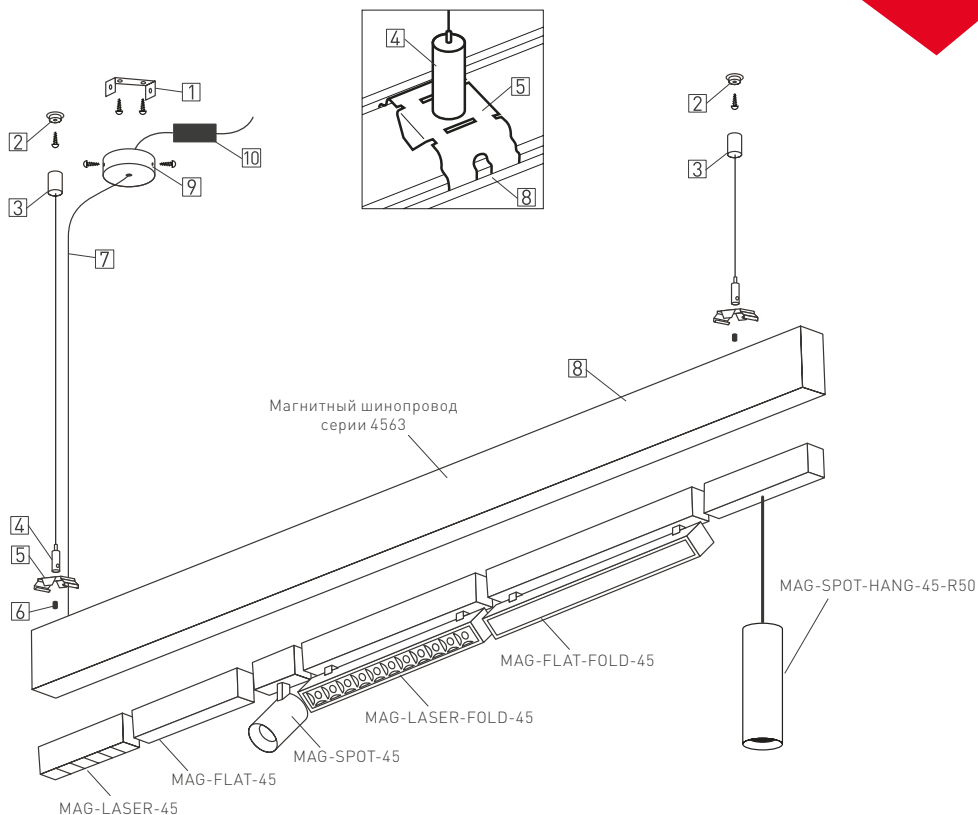

Рис. 3. Установка шинпровода на подвес
- 3.7. Закрепите на монтажной поверхности резьбовые втулки [2] из комплекта подвеса MAG-HANG-45 и наверните на них ответные части с продетым в них тросом [3] (здесь и далее см. рис. 3).